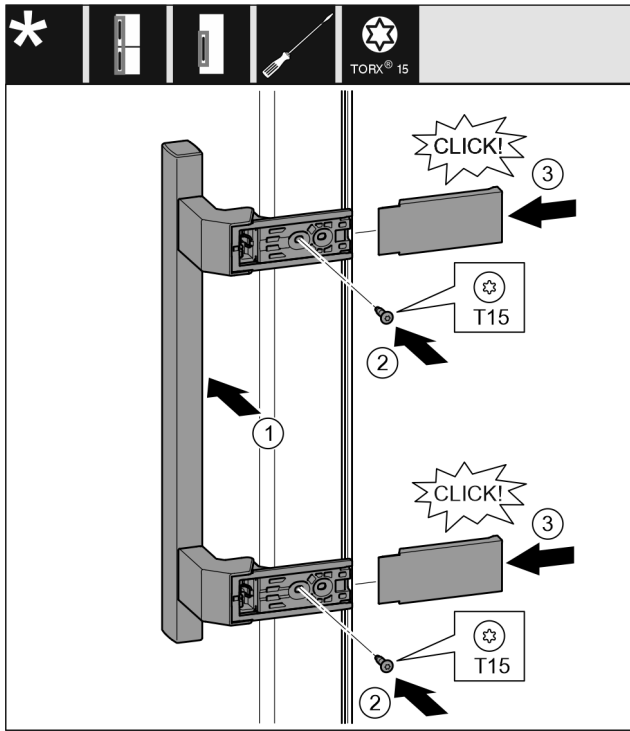

Fig. 20
- ▶ Applicare la maniglia sul lato opposto. Fig. 20 (1)
- ▶ Serrare le viti con il cacciavite T15. Fig. 20 (2)
- ▶ Applicare le coperture lateralmente e spingerle. Fig. 20 (3)